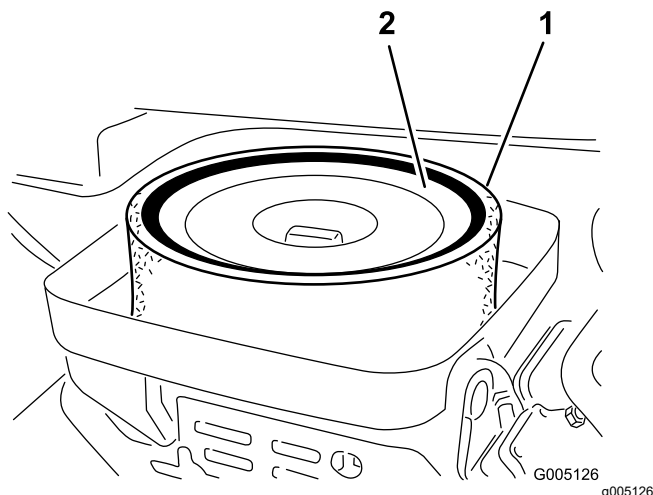

Figure 40
3. Enlevez l'écrou à oreilles qui fixe les éléments au boîtier du filtre à air (Figure 40).
4. Si l'élément en mousse est encrassé, sortez-le de l'élément en papier (Figure 40). Nettoyez-le soigneusement comme suit :